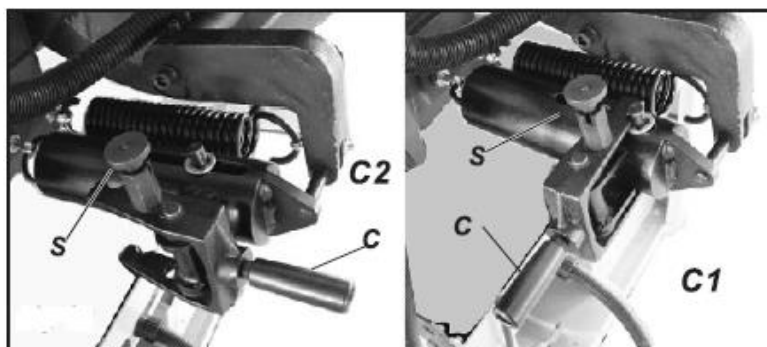

Рис. 17
Переместите ручку в положение автоматической работы (C2, Рис. 17). Поднимите ручку пружины (S) и вставьте ее штифт в паз.
Поднимите ручку пружины (S, Рис. 17Рис. 19), чтобы высвободить штифт из паза. Это освободит рукоятку вилки (С). Переместите рукоятку в ручное положение (С1, Рис. 17). Поднимите ручку пружины (S) и вставьте ее штифт в паз.